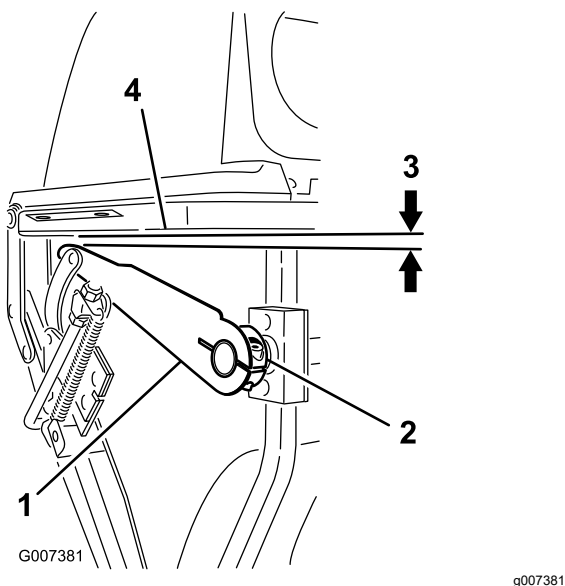

Figure 52
5. Si ce n'est pas le cas, desserrez la vis Allen sur le moyeu du levier droit (Figure 52).